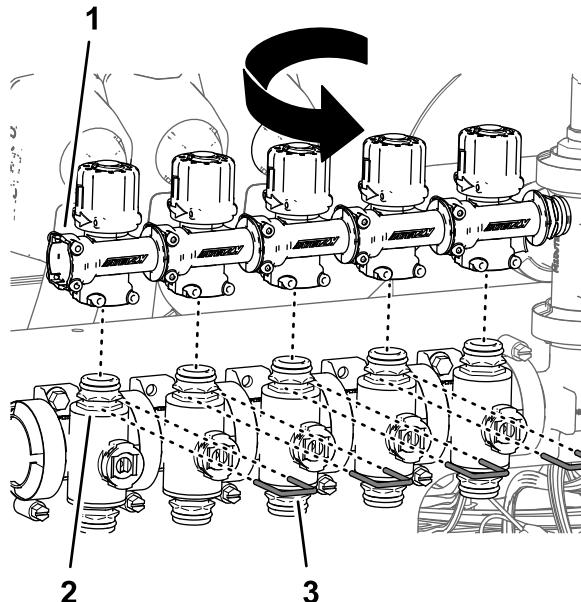

Рисунок 100
6. Переверните перепускные клапаны на 180° и установите их на быстроразъемные штуцеры клапанов секций (Рисунок 100).
7. Закрепите перепускные клапаны на клапанах секций с помощью держателей (Рисунок 100), снятых при выполнении пункта 4.
9. Установите крышки на быстроизъемные штуцеры перепускных клапанов клапана сопла 5 и клапана сопла 6 с помощью держателей, поставляемых в комплекте с крышками (Рисунок 100).